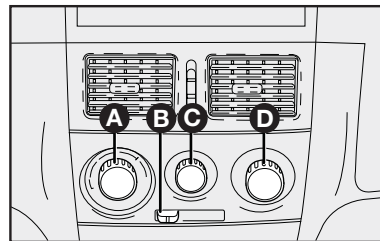

fig. 44
COMANDOS - fig. 44
1) Seletor para a temperatura do ar **A-fig. 44** totalmente posicionado à esquerda.
2) Seletor do ventilador **C-fig. 44** posicionado na velocidade máxima.
3) Seletor de distribuição do ar **D-fig. 44** apontado para ; controlar para que todas as saídas de ar estejam totalmente abertas.
4) Ligar o ar-condicionado apertando o seletor **C-fig. 44**.
O ar-condicionado é muito útil para acelerar o desembaçamento, pois desumidifica o ar. É suficiente regular os comandos para a função de desembaçamento e ativar o condicionador, apertando o seletor **C-fig. 44**.
1) Condicionador de ar ligado: seletor **C-fig. 44**.